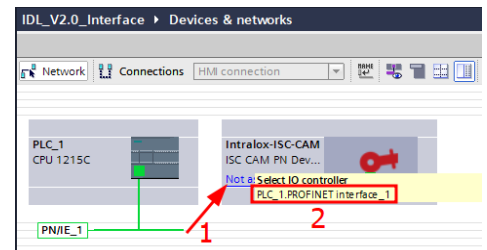

Figure 8: Connect ISC CAM to IO Controller
14. 点击“未指定”(Not assigned) 在“ISC CAM PN 设备上”，图 8